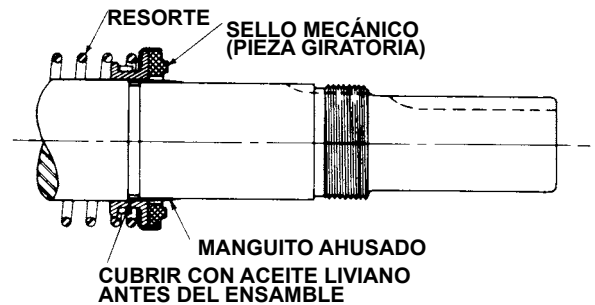

FIGURA 11
4. Coloque el manguito de instalación ahusado en el eje, consulte la **figura 11**. El manguito se proporciona con los sellos mecánicos de repuesto G, GG, AS, AK y AL. Recubra el eje del rotor, el manguito de instalación ahusado y el diámetro interior de la pieza giratoria del sello mecánico con una cantidad generosa de aceite de peso SAE 30 sin detergente. Se puede usar petrolato, pero no se recomienda usar grasa.